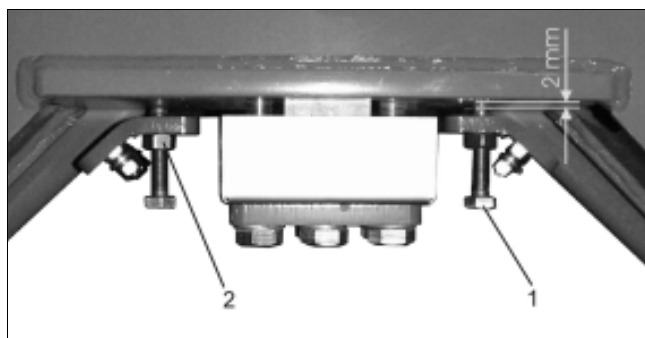

Fig. 34
De meetbout (Fig. 34/1) bevindt in het midden onder het frame van de strooier en is in de weegcel geschroefd.
- Contramoer (Fig. 34/2) losdraaien
- Meetbout (Fig. 34/1) afstellen
- Contramoer (Fig. 34/2) vastdraaien.
De begrenzingsbouten (Fig. 34/1) moeten met 2 mm speling, zoals afgebeeld, worden ingesteld.
- Begrenzingsbouten (Fig. 34/1) instellen
- Contramoer (Fig. 34/2) vastdraaien